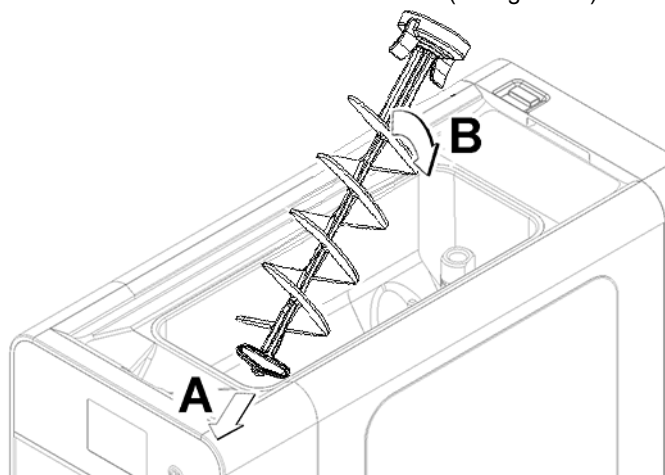

figura 28
- 6 Montar el mezclador juntos teniendo cuidado de insertar los extremos en las ranuras en la cuenca alta. (ver figura 28)